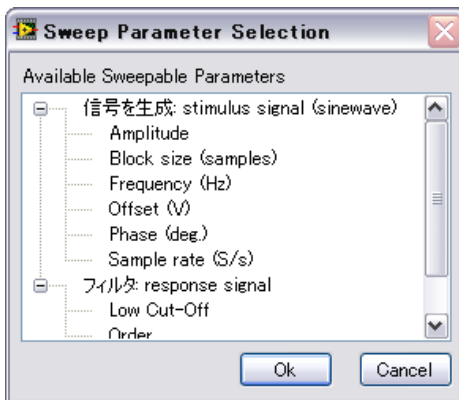

図 6-1 スイープパラメータ選択ダイアログボックス
4. 図 6-1 のように、**ステップ設定ダイアログボックス**の**追加**ボタンをクリックし、プロジェクトの各ステップのスイープパラメータのリストを表示します。